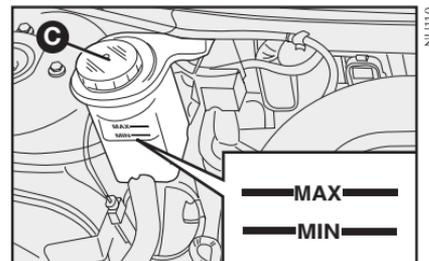

fig. 5
FLUIDO PARA A DIREÇÃO HIDRÁULICA - fig. 5
- Retirar a tampa C-fig. 5;